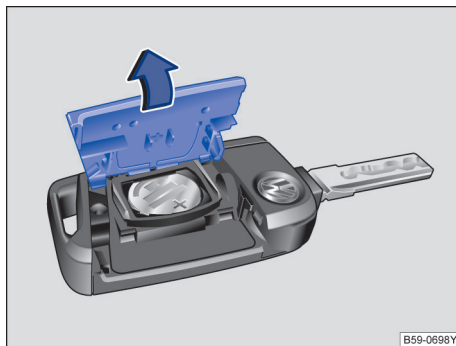

图 48 汽车钥匙：打开电池盒盖
- 用一合适的器具（例如，硬币）沿→图 48 箭头方向拆下汽车钥匙后侧的盖板。
- 安装电池盖板，然后沿→图 48 箭头相反方向将其扣到汽车钥匙上，直至其卡定。